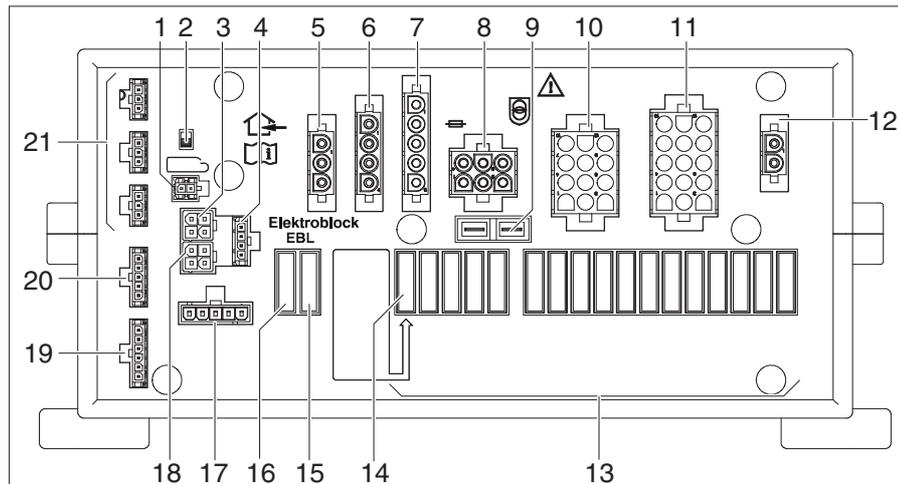

Fig. 257 Bloque eléctrico (EBL 402/403)
Lugar de instalación El electrobloque EBL 402/403 (Fig. 257) se encuentra en el garaje trasero en el lado derecho.
- ▷ El separador de batería (Fig. 257,2) desconecta todos los consumidores conectados al bloque eléctrico de la red de 12 V.
- Encender y apagar tres veces seguidas el separador de batería (Fig. 257,2).